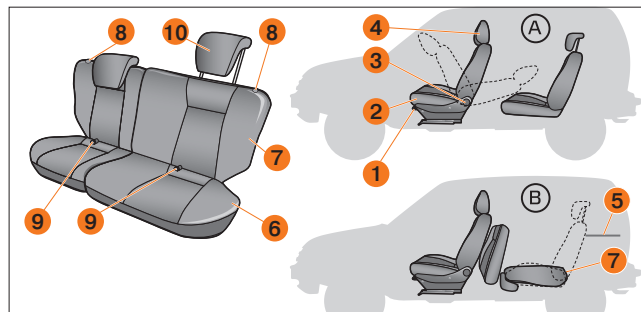

Рис. 11. Сиденья (в вариантном исполнении)
**Передние сиденья.** Для регулировки передних сидений **2** (рис. 11) в продольном направлении потяните блокирующий рычаг **1** вверх. После установки сиденья в удобное положение опустите рычаг и, небольшим смещением сиденья вперед — назад, добейтесь его надёжной фиксации.
причём каждая его часть при необходимости может быть разложена отдельно. Раскладку заднего сиденья проводите в следующей последовательности (рис. 11):